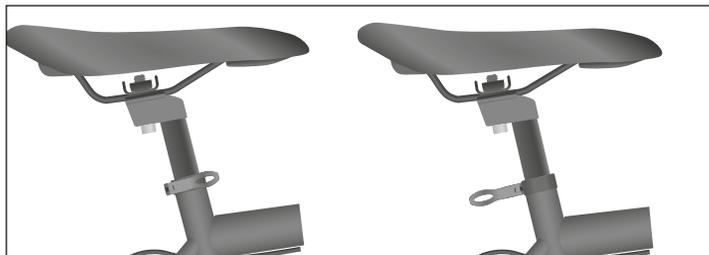

Abb.: B-3 Geschlossener (links) und geöffneter (rechts) Schnellspanner an der Sattelstützenklemme.
- Legen Sie den Schnellspannhebel nach außen hin um (siehe Abb.: B-3, rechts).